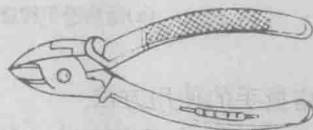

图2-9 断线钳
(5)断线钳 断线钳又称斜口钳,钳柄有铁柄、管柄和绝缘柄三种型式,其中电工用的绝缘柄断线钳的外形如图2-9所示,其耐压为1000伏。